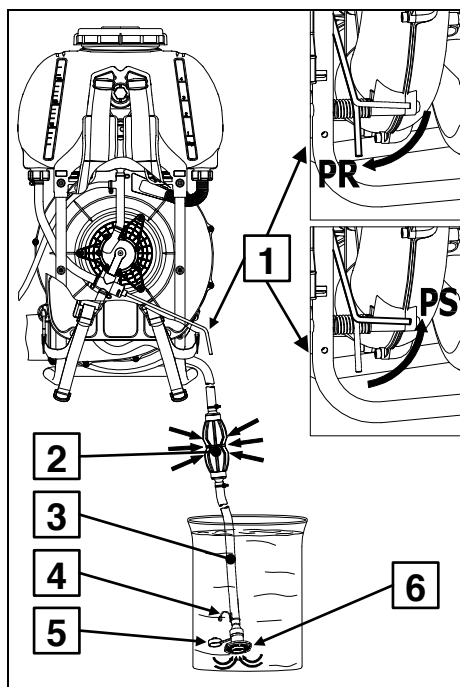

Figura 6 Pompa di spinta e riempimento
Per selezionare una delle due funzioni della pompa, spostare la leva deviatore come mostrato in Figura 6 pos. 1:
Funzione di riempimento: per riempire il serbatoio con la pompa PSR, osservare la Figura 6 e procedere come segue:
Funzione di spinta: Verificare che la leva deviatore (Figura 6 pos. 1) sia in posizione **PS**. Riferirsi alla tabella seguente che fornisce i dati della portata liquidi nelle 9 posizioni del regolatore (libretto Atomizzatore MB90 / AT 900).
- Nel caso il vostro atomizzatore sia un modello MB90 / AT 900 (cioè dotato di pompa di spinta e riempimento) verificate che la leva deviatore (Figura 6 posizione 1) sia in posizione **PS**.